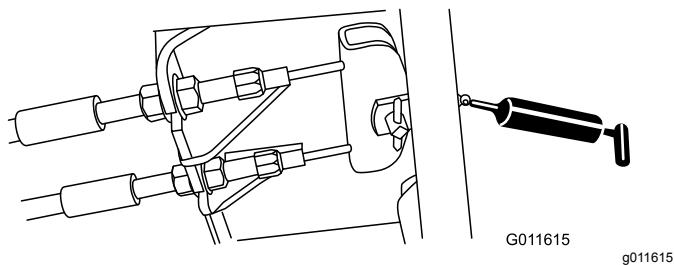

Figure 71
- Pédale de frein (1) (Figure 71)